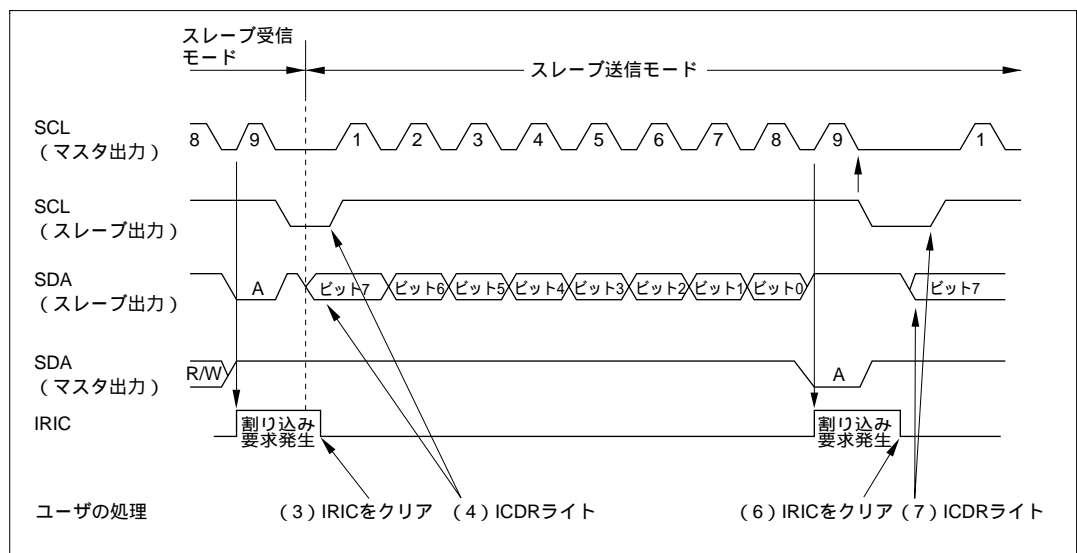

図 13.8 スレーブ送信モード動作タイミング (MLS = WAIT = ACK = 0 の時)
- (1) ICMR の MLS、WAIT および ICCR の MST、TRS、ACK、CKS2 ~ CKS0 を動作モードに合わせて設定します。また、ICCR の ICE を 1 にセットします。
- (2) 開始条件を検出後の第 1 バイトでスレーブアドレスが一致した時、9 クロック目でスレーブデバイスは、SDA を Low レベルにし、アクノリッジを返します。同時に ICSR の IRIC が 1 にセットされ、割り込みを発生します。また、8 ビット目のデータ ($R\bar{W}$) が 1 の時 ICCR の TRS が 1 にセットされ、自動的にスレーブ送信モードに変化します。スレーブデバイスは、送信クロックの立ち下がりから ICDR にデータをライトするまで、SCL を Low レベルにします。
- (3) ソフトウェアで ICSR の IRIC を 0 にクリアします。
- (4) ICDR にデータをライトします。スレーブデバイスは、図 13.8 で示すタイミングで、マスタデバイスが出力するクロックに、ICDR にライトされたデータを順次送出します。
- (5) 1バイトのデータ送信が終了し、送信クロックの9クロック目の立ち上がりで、ICSRのIRICが1にセットされます。このとき、ICCRのIEICが1にセットされているとCPUに対し割り込み要求を発生します。またこのスレーブデバイスは、送信クロックの立ち下がりからICDRにデータライトするまで、SCLをLowレベルにします。マスタデバイスは9クロック目にSDAをLowレベルにし、アクノリッジを返します。このアクノリッジはICSRのACKBに格納されるので、転送動作が正常に行われたかどうか確認することができます。
- (6) ソフトウェアでICSRのIRICを0にクリアします。
- (7) 送信を続ける場合は次に送信するデータをICDRにライトします。